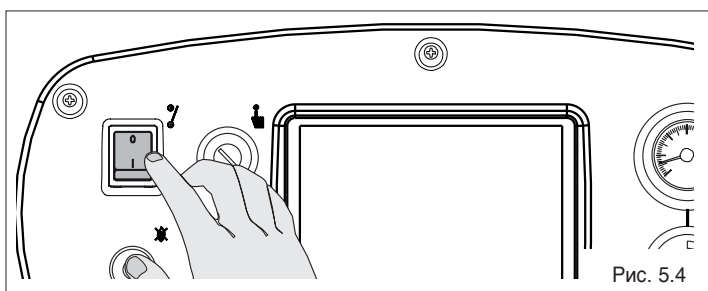

Рис. 5.4
- переведите главный выключатель на панели управления в положение (0) «Выключено» (Рис. 5.4).